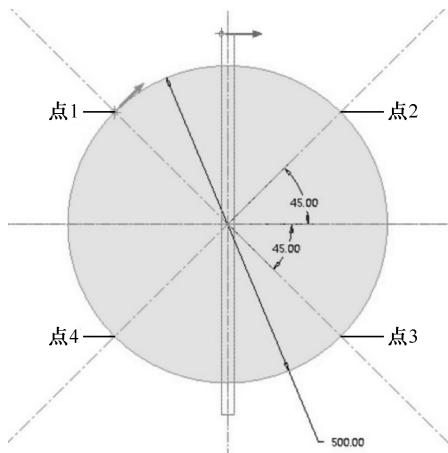

图 4-135 截面 2
(4) 单击【截面】出现下拉菜单，在对话框中的【偏移至】下方输入截面 1 与截面 2 的距离 2000。单击【草绘】，绘制如图 4-135 所示的圆，单击上方【草绘】模块中的 中心线 工具，绘制中心线。单击 分割 插入如图 4-135 所示的四个断点。在插入断点过程中，如果方向不符合要求，左键选择起点，按右键弹出菜单，选择【起点】，可调整旋转方向。绘制完截面 2 单击 按钮退出草绘。